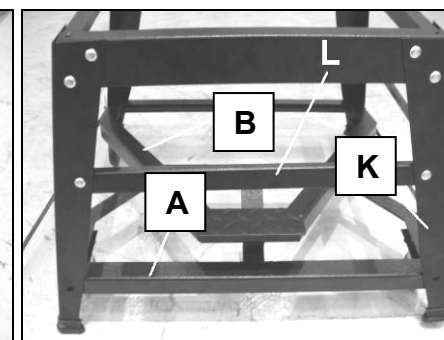

Fig 19
- Placez le bras inférieur (**A**) à l'intérieur du piètement (**K**) et sous le bras principal (**B**) (Fig 19).